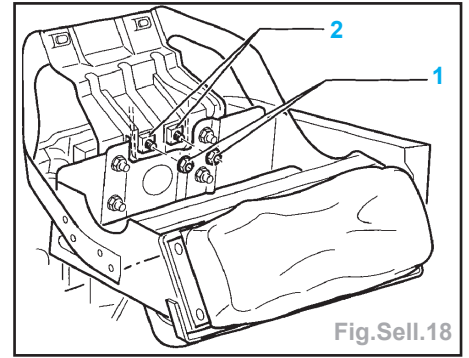

Fig.Sell.18
- Déposer la vis (2).
- Déposer des boulons (2) les écrous (1) au centre du support pour le sac gonflable du passager avant (Fig.Sell.18).